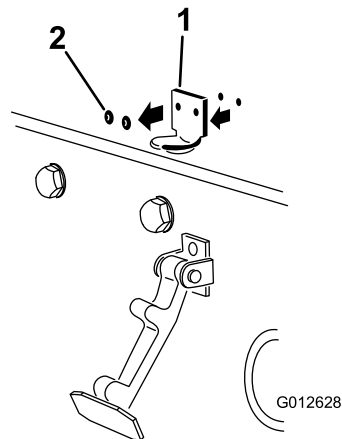

图 3
2. 卸下将机罩门锁支架固定至机罩的 2 个铆钉 (图 3)。